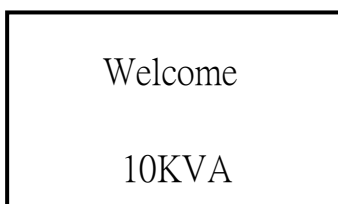

Рис. 1 Главный интерфейс
- 1) Показанный ниже главный интерфейс отображается при включении или «холодном» пуске ИБП. (см. Рис. 1)